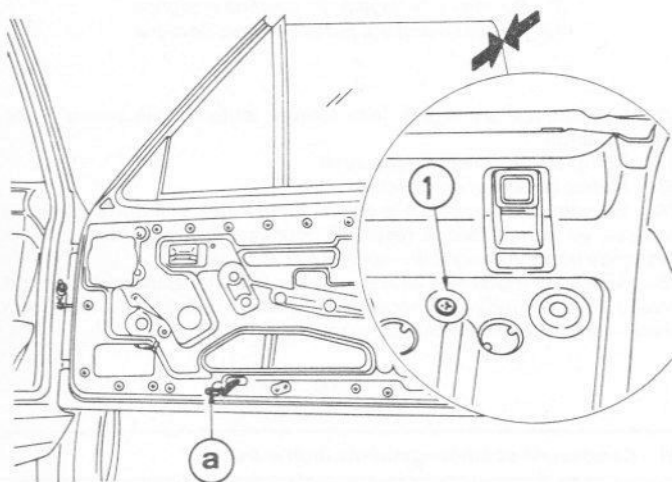

Fig. 13.113 Vis de réglage du bord arrière de la glace de porte (1) – modèles Cabriolet (Sec 21)
- (b) Fermer la porte et vérifier que le bord arrière de la glace de porte se ferme bien contre la capote. Si tel n'est pas le cas, enlever le chapeau et faire pivoter la vis illustrée à la Fig. 13.113.